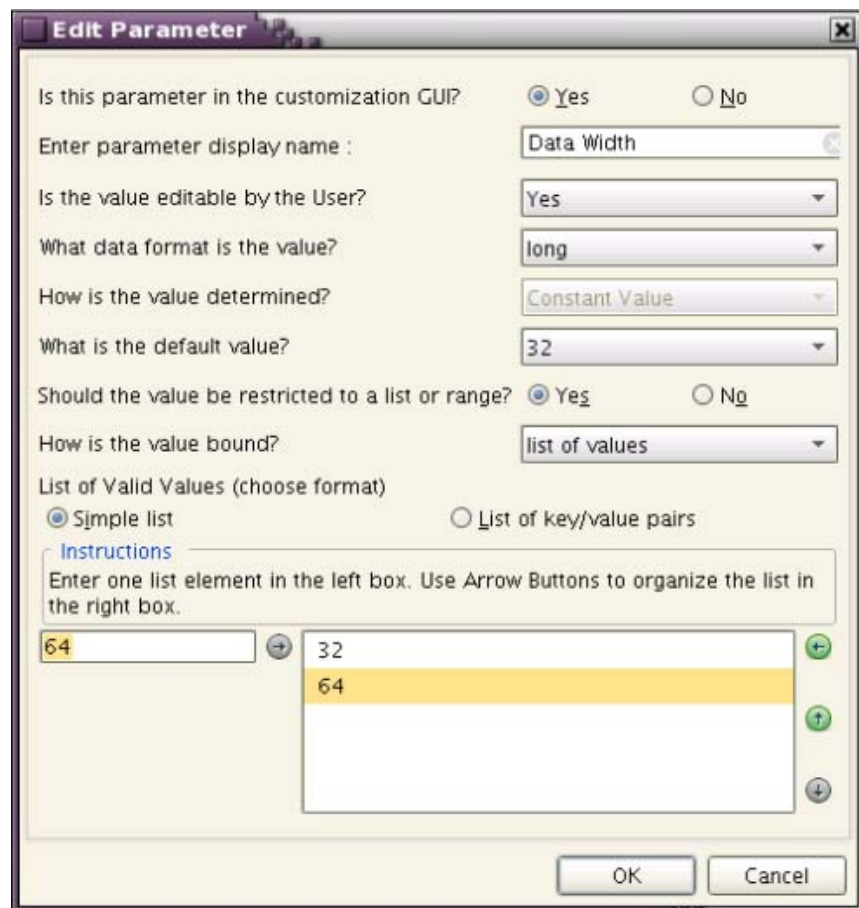

図 23 : AXI4 スレーブの [Edit Parameter]
- [Edit Parameter] で次のように各フィールドを更新し (図 23)、[OK] をクリックします。これらのフィールドによって GUI が更新され、AXI データ幅のパラメーターの選択肢が 2 つに限られます。